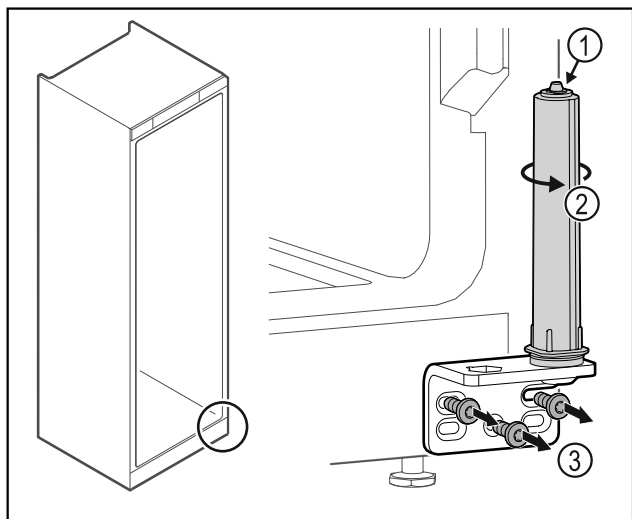

Fig. 33
- ▶ Nu dezasamblați sistemul de închidere al ușii Fig. 33 (1).
- ▶ Rotiți Fig. 33 (2) sistemul de închidere, până când face clic.
- ▶ Deșurubați colțarul balamalei Fig. 33 (3).